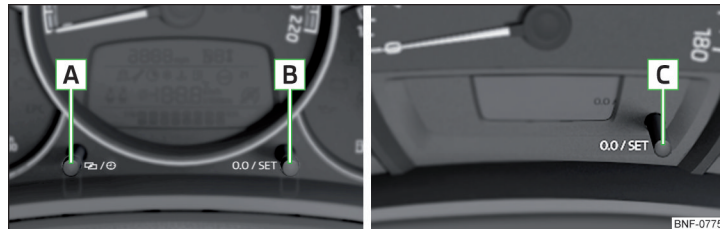

Bild 21 Knappar i kombiinstrumentet: variant 1/variant 2/variant 3
- Håll knappen **C** intryckt » bild 21 på sidan 35 tills tids-/utetemperaturindikeringen på displayen blinkar.
- Håll knappen **A** intryckt » bild 21 tills timindikeringen på displayen blinkar.
- Håll knappen **C** intryckt » bild 21 tills tidsindikeringen på displayen blinkar. ►
- Tryck på knappen **B** resp. **C** » bild 21 på sidan 35.
- Välj mätaren för tillryggalagd körsträcka (trip) och håll knappen **B** resp. **C** intryckt » bild 21 på sidan 35